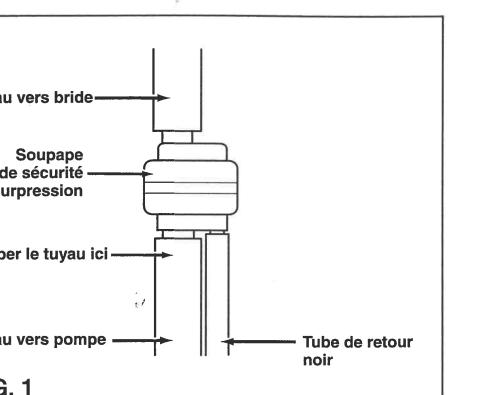

FIG. 1
- A) Couper le tuyau reliant la pompe à la soupape de sécurité de surpression (figure 1).
- A) Cut the hose leading from the pump to the PPRV valve. (Fig 1.)